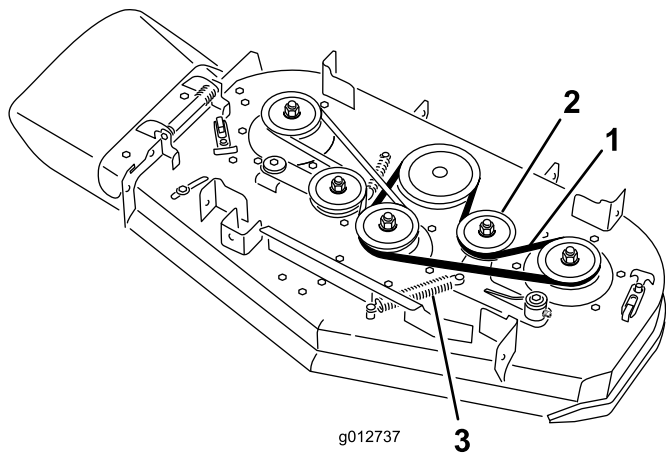

Bild 66
5. Entfernen Sie die Feder vom Ankerpfosten am Spannscheibenarm (Bild 66).
6. Nehmen Sie den verschlissenen Mähwerkriemen ab (Bild 66).
7. Verlegen Sie einen neuen Mähwerkriemen um die Riemenscheiben des Mähwerks, die Kupplungsscheibe und die Spannscheibe (Bild 66).
8. Setzen Sie die Feder auf den Ankerpfosten auf (Bild 66).